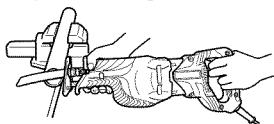

Fig. 20
- (1) Sujete firmemente una pieza de trabajo antes de la operación. (Fig. 20)